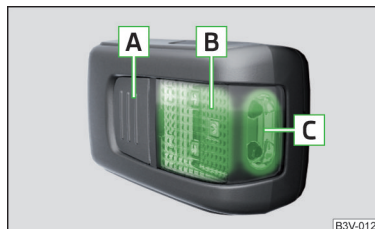

Abb. 152 Herausnehmbare Leuchte
Beschreibung der Leuchte » Abb. 152
- › Zum **Einschalten** der herausgenommenen Leuchte die Taste **A** drücken » Abb. 152. Durch erneutes Drücken wird die Leuchte **ausgeschaltet**.
Wird die Leuchte nicht ausgeschaltet und korrekt in die Halterung eingesetzt, dann werden die LED-Leuchtmittel im vorderen Teil der Leuchte **C** » Abb. 152 automatisch ausgeschaltet.